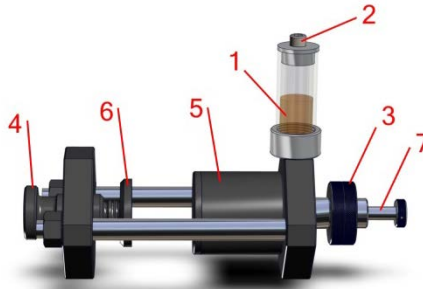

Figure 5.5.1
1. Retirez l'écrou de montage (Figure 5.5.1, N°3) du cadre de support de l'Accessoire pour Essai de Résistance Haute Compression.
2. Glissez délicatement l'Accessoire pour Essai de Résistance Haute Compression sur le bras de serrage mobile (Figure 7.3, N°12) de l'appareil de mesure. Remplacez l'écrou de montage et serrez-le pour maintenir l'accessoire sur le bras de serrage mobile de l'appareil de mesure (voir Figure 5.5.1, N°3).
Le mors pour essai de compression (en sable à vert) (Figure 5.1.1, N°3) doit être installé sur le support du mors fixe de l'appareil de mesure. Il offrira une surface plate contre laquelle l'extrémité de la tige coulissante (Figure 5.5.1, N°7) pourra presser l'éprouvette lors de l'essai de résistance à la compression.
3. Tirez la tige coulissante (Figure 5.5.1, N°7) vers le mors de compression installé sur le mors fixe de l'appareil de mesure. Tirez la tige coulissante jusqu'à ce qu'elle soit entièrement déployée.
4. Placez une éprouvette de sable préparée de 2" x 2" (50 mm x 50 mm) entre la tête mobile (Figure 5.5.1, N°5) et le mors fixe (Figure 5.5.1, N°6) de l'Accessoire pour Essai de Résistance Haute Compression. À l'aide de l'écrou de réglage de l'écart entre l'éprouvette et les mors, serrez l'éprouvette de sable entre la tête mobile et le mors fixe pour le maintenir entre les deux mors. Ne resserrez pas trop l'écrou de réglage ; resserrez-le juste assez pour bien maintenir l'éprouvette de sable.
2. L'Accessoire pour Essai de Résistance Haute Compression s'installe à la verticale sur l'appareil de mesure. Retirez le capuchon de l'orifice de ventilation (Figure 5.5.1, N°2).
3. À la main, déplacez rapidement la tige coulissante (Figure 5.5.1, N°7) dans un mouvement aller-retour tout en vérifiant si des bulles d'air s'échappent à travers le réservoir d'huile (Figure 5.5.1, N°1). Lorsque toutes les bulles d'air se sont échappées à travers le réservoir d'huile, répétez ce processus. Continuez jusqu'à ce que plus aucune bulle d'air ne s'échappe à travers le réservoir d'huile.
(Voir la figure 5.5.1 pour la description de l'article)